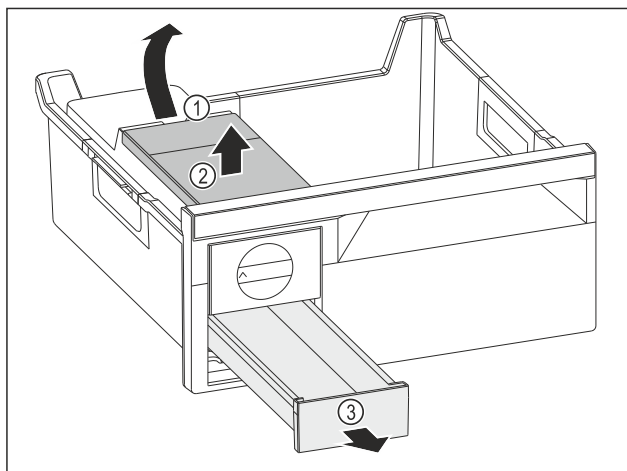

Fig. 81
- ▶ Fjern vanntanken: Løft opp vanntanken i fordypningen Fig. 81 (1).
- ▶ Fjern vanntanken Fig. 81 (2) ovenfra.
- ▶ Fjern isterningsskuff Fig. 81 (3) forfra.